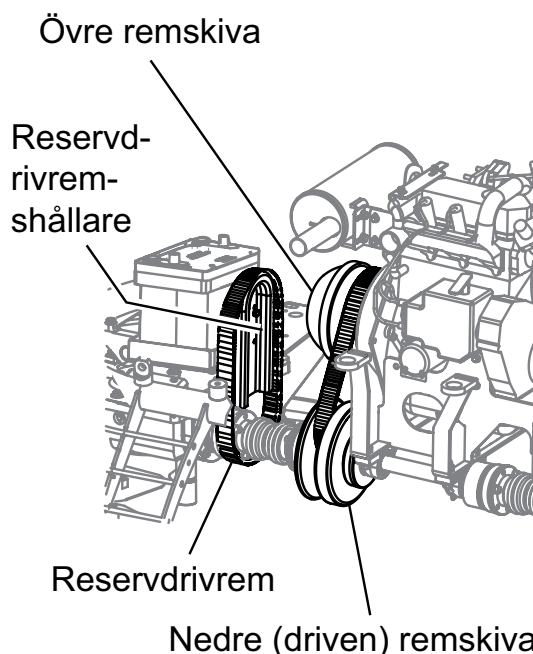
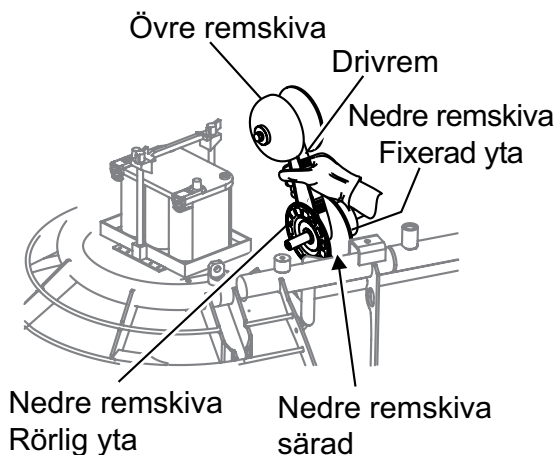

Bild 17. Drivrem, remhållare och remskivor
Bild 18. Expandera den nedre remskivan
1. Ta bort vänster sidas bakgaller och öppna vänster skyddsplåt (se bild 4) för att få tillgång till drivremmen, reservdrivrem och remskivor (bild 17) Kläm drivremmen som visas i bild 18, och dra kilremmen uppåt. Detta kommer att öppna ytorna på den nedre remskivan.